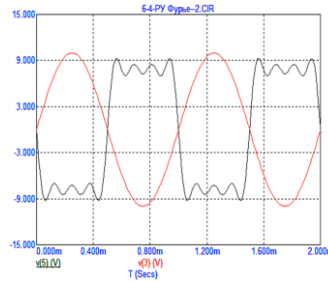

Рис. 6.20
Для моделирования формулы (2) скопируйте предыдущую схему и скорректируйте полярность подключения источников входных сигналов и сопротивления резисторов. Результат показан на рис. 6.20. Схема для